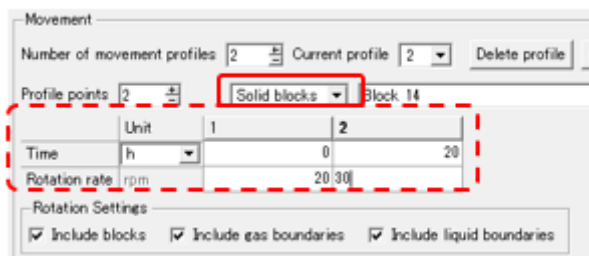

図 7. 非定常計算における任意ブロックの回転速度時間プロファイル設定画面
- 非定常計算における任意ブロックの回転速度時間プロファイルの考慮 (図 7)